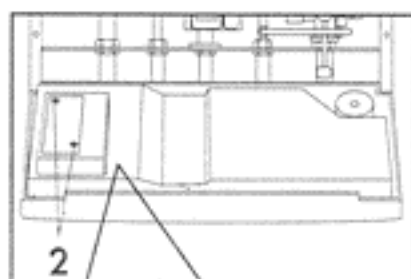

Fig. 2
- Dévisser les vis (2) de fixation du couvercle et accéder à la zone des branchements électriques.(fig. 2).